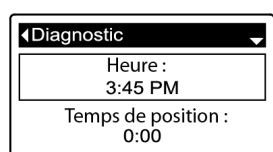

FIG.84
8. Appuyez sur SELECT (O) pour afficher l'écran Diagnostic (Figure 84).